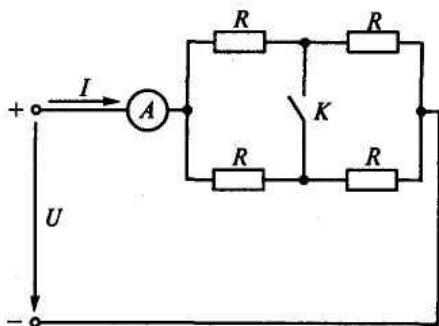

Рис. 1. 13
1.15. На рис. 1. 13 все резисторы имеют одинаковое сопротивление R . Как изменится показание амперметра, если замкнуть ключ K ?